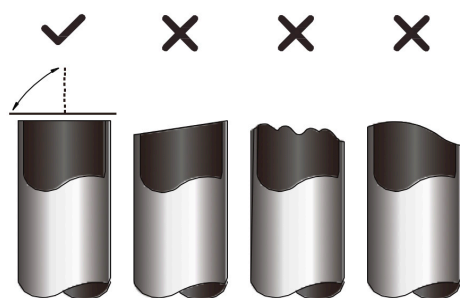

Fig 6.4
- Asegúrese de que el corte del tubo tenga un ángulo perfecto de 90°. Para ver ejemplos de cortes incorrectos, vea la **Fig. 6.4**.